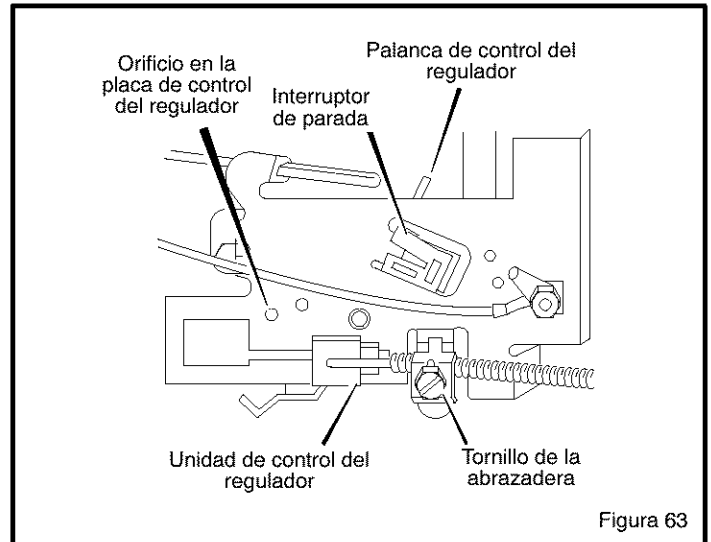

Figura 63
2. El orificio de la **palanca de control del regulador** (ubicada inmediatamente debajo de la placa de control del regulador) debe alinearse con el **orificio de la placa de control del regulador** (Figura 63).